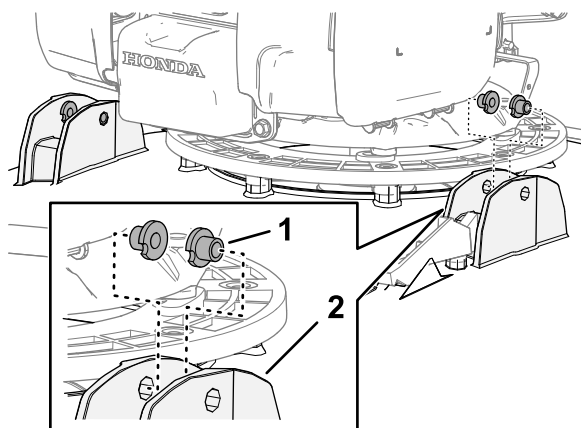

図 5
1. 刈り込みデッキのハンドルバー用フランジにT 字ブッシュ 2 個を取り付ける 図 5。